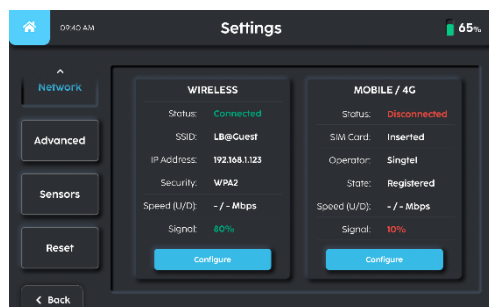

Fig. 3
3. De gebruiker kan het bedrijfsnetwerk wijzigen door de knop 'Configure (Configureren)' te selecteren (fig. 3).